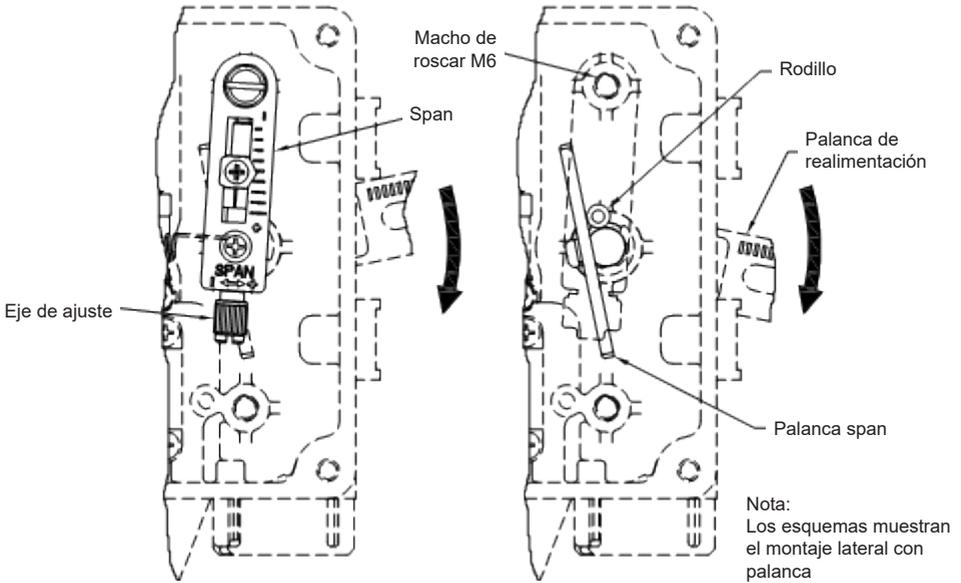

Fig. 15 Instalación del span (lateral = DA, central = RA)
- 1) Montaje lateral: si el eje del actuador se mueve hacia abajo cuando la señal de entrada aumenta, monte el "Span" en el orificio roscado M6 superior como en la Fig. 15 siguiente (DA).
- 2) Montaje lateral: si el eje del actuador se mueve hacia arriba cuando la señal de entrada aumenta, monte el "Span" en el orificio roscado M6 inferior como en la Fig. 15 siguiente (RA).